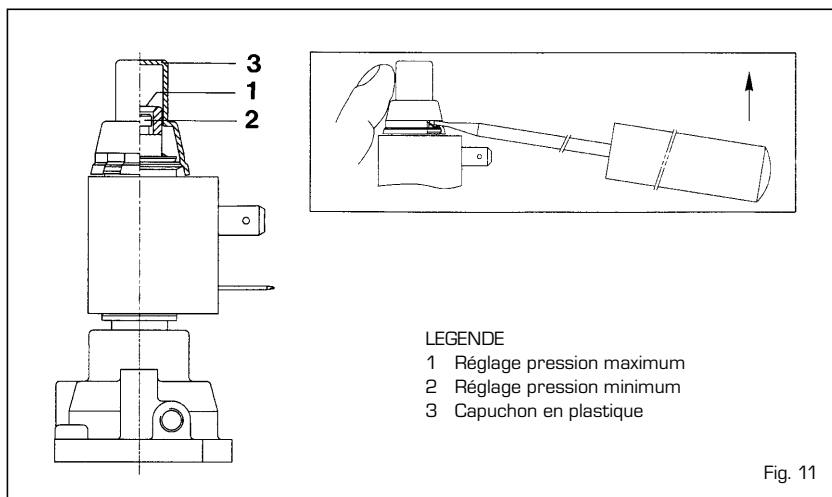

Fig. 11
4.2.2 Réglage de la pression minimum au brûleur (fig. 11)
suivante (fig. 11):